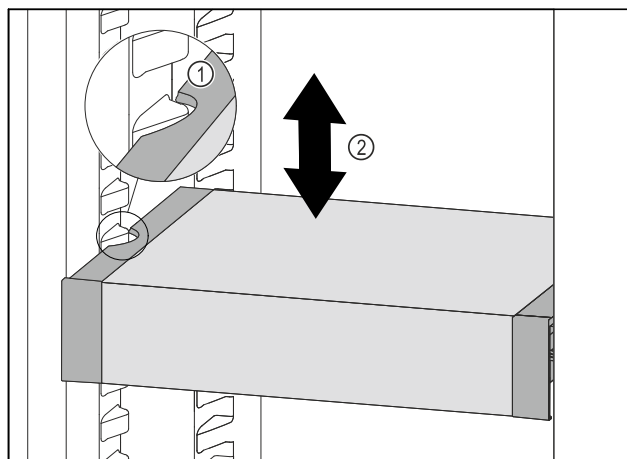

Fig. 103
- ▶ Táhněte VarioSafe dopředu, dokud nebudou boční vybrání VarioSafe na úrovni žebrování na nádobě v chladničce. Fig. 103 (1)
- ▶ Posouvejte VarioSafe v chladničce nahoru nebo dolů, dokud nedosáhnete požadované výšky. Fig. 103 (2)